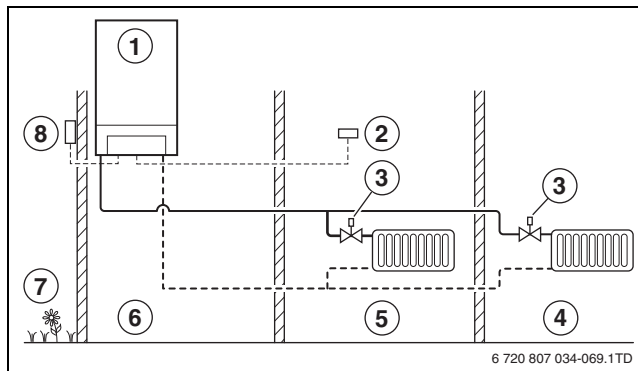

Bild 24 Regelprinzip der außentemperaturgeführten Regelung
- Bei der witterungsabhängigen Regelung wird die Temperatur in allen Räumen von thermostatische Heizkörperventile geregelt. Der Installationsort der Regelung kann frei gewählt werden (→ Bild 24).